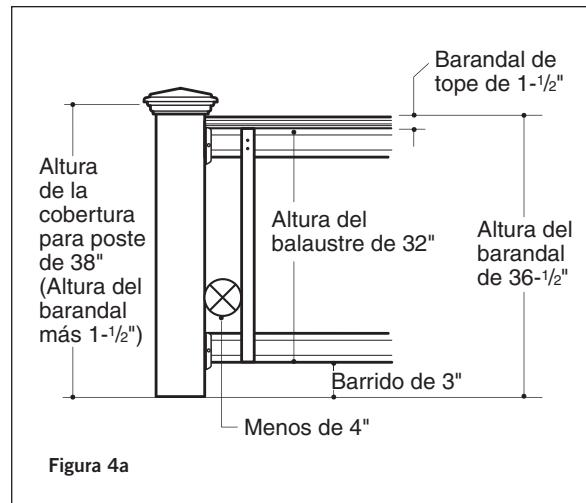

Figura 4a
**Paso 5** Recorte las coberturas para poste de 4x4 a la longitud deseada. Las coberturas para poste deberán ser mínimo 1-1/2" más largas que la altura general del barandal (**Figura 4a y 4b**). Deje 1-1/2" adicional en su cálculo si instala el barandal de tope opcional. Ejemplo: Para un barandal de 36" de altura, recorte la cobertura para poste a un mínimo de 37-1/2" (39" con barandal de tope). La cobertura para poste se puede dejar más larga si lo desea.
**Paso 6** Mida la distancia entre las coberturas para poste instaladas para determinar la longitud de los barandales superior e inferior (**Figura 1**). La distancia entre el poste y el primer balaustre deberá ser menor de 4" y ser igual en ambos extremos (**Figura 4a y 4b**). Recorte 1/4" adicional en ambos extremos (1/2" en total) para que el soporte quepa entre el barandal y el poste. Recorte los barandales superior e inferior a la longitud deseada.
**Paso 8** Coloque el barandal inferior entre los postes y centre. Revise los requisitos del código de construcción para el espaciamiento máximo entre la superficie de la terraza y la parte inferior del barandal (barrido). Se recomienda un espaciamiento de 3", pero puede ser mayor o menor si lo permiten los códigos (**Figura 4a y 4b**). Marque la ubicación del soporte en ambos postes. Quite el barandal. Marque la ubicación de los tornillos y taladre previamente sólo a través de la cobertura para poste, usando una broca de 1/4". Una cada soporte al poste con dos tornillos de 2" de largo.